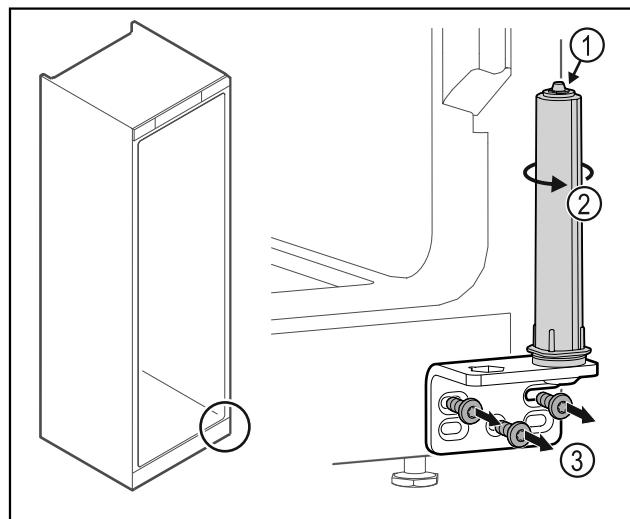

Fig. 34
- Non disassemblare il sistema di chiusura della porta Fig. 34 (1).
- Ruotare il sistema di chiusura Fig. 34 (2) finché non si innesta con un clic.
- Svitare la cerniera angolare Fig. 34 (3).